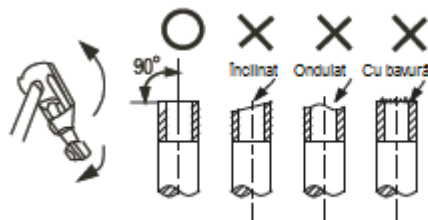

Fig. 7-5
- Tăiați o conductă cu un dispozitiv de tăiat țevi. (Consultați Fig. 7-5)